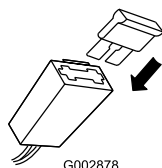

Figura 9
2. Instale el fusible en el portafusibles (Figura 9).